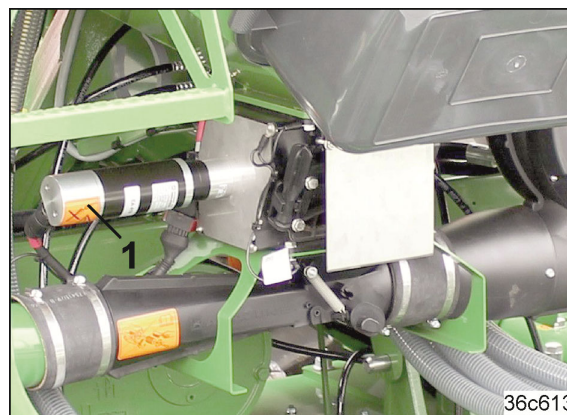

Fig. 8
- Motoréducteur électrique EA419 (Fig. 8/1).